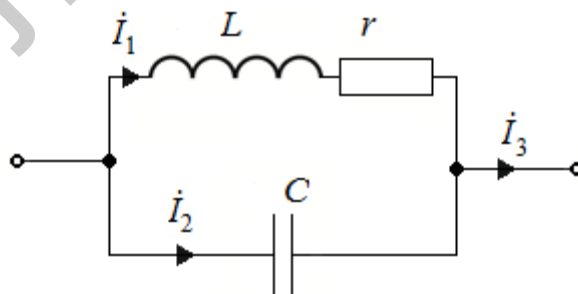

Рис. 196
1. В цепи на рис. 196 токи $I_1 = 6$ А, $I_3 = 3,6$ А. Определить ток I_2 при резонансе токов в контуре.